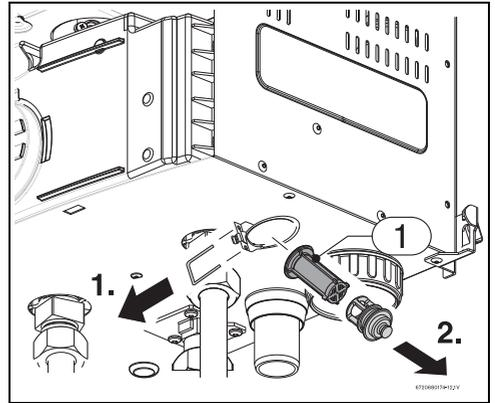

Fig. 51
- ▶ Sustituir el filtro de agua, consultar la (Fig. 51).